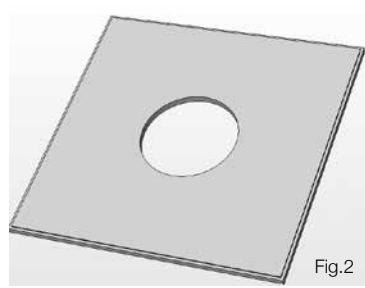

Fig.2
2. Haga el agujero en la pieza usando una sierra. (Fig.2)